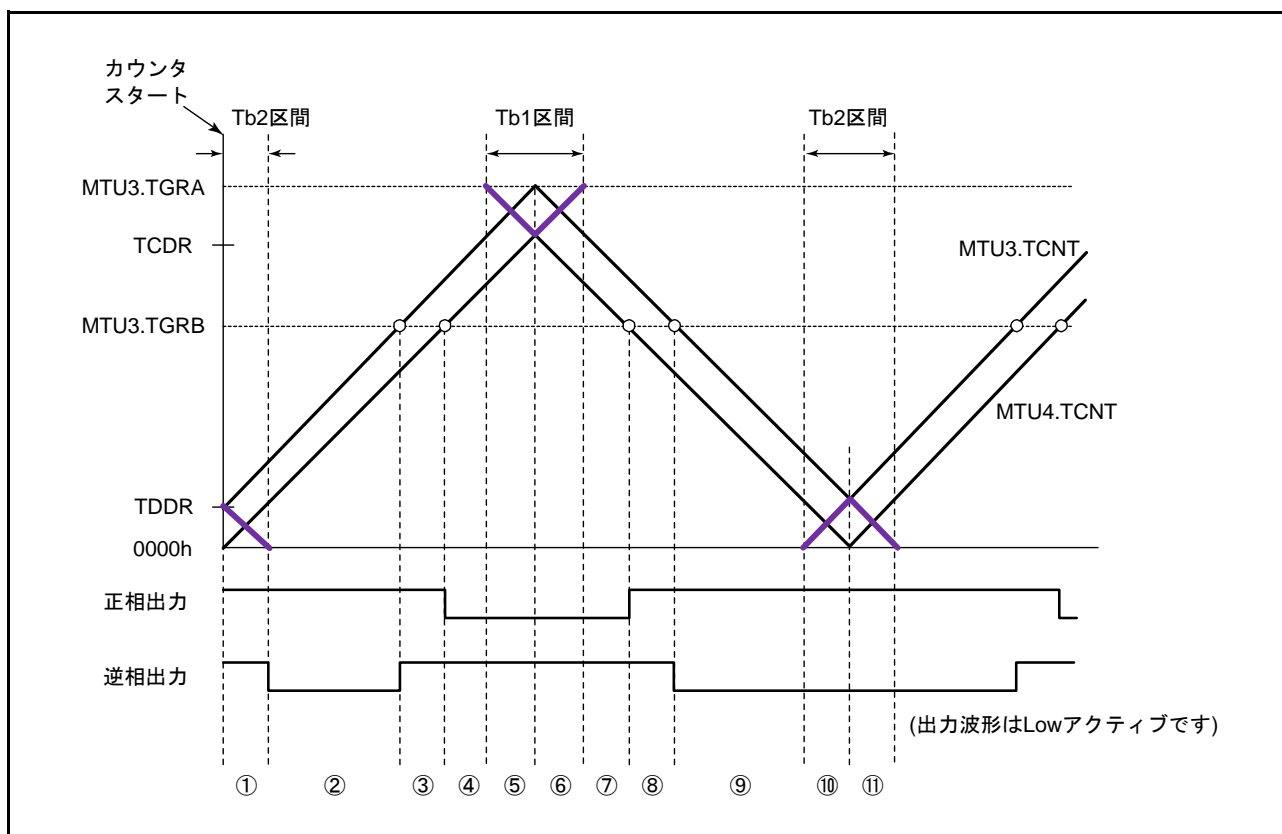

図 20.56 同期カウンタクリアタイミング
TWCR.WRE ビットを“1”に設定することで初期出力を抑止することができるのは、同期クリアが図 20.56 の⑩、⑪のような Tb2 区間に入ってきたときのみです。それ以外のタイミングで同期クリアが起こった場合は、TOCR1.OLSN, OLSP ビットで設定した初期値が出力されます。また、Tb2 区間であっても、図 20.56 の①で示すカウンタスタート直後の初期出力期間で同期クリアが起こった場合には、初期出力の抑止は行いません。
(図 20.56 のタイミング⑥、TWCR.WRE ビット = 1)
(図 20.56 のタイミング⑧、TWCR.WRE ビット = 1)